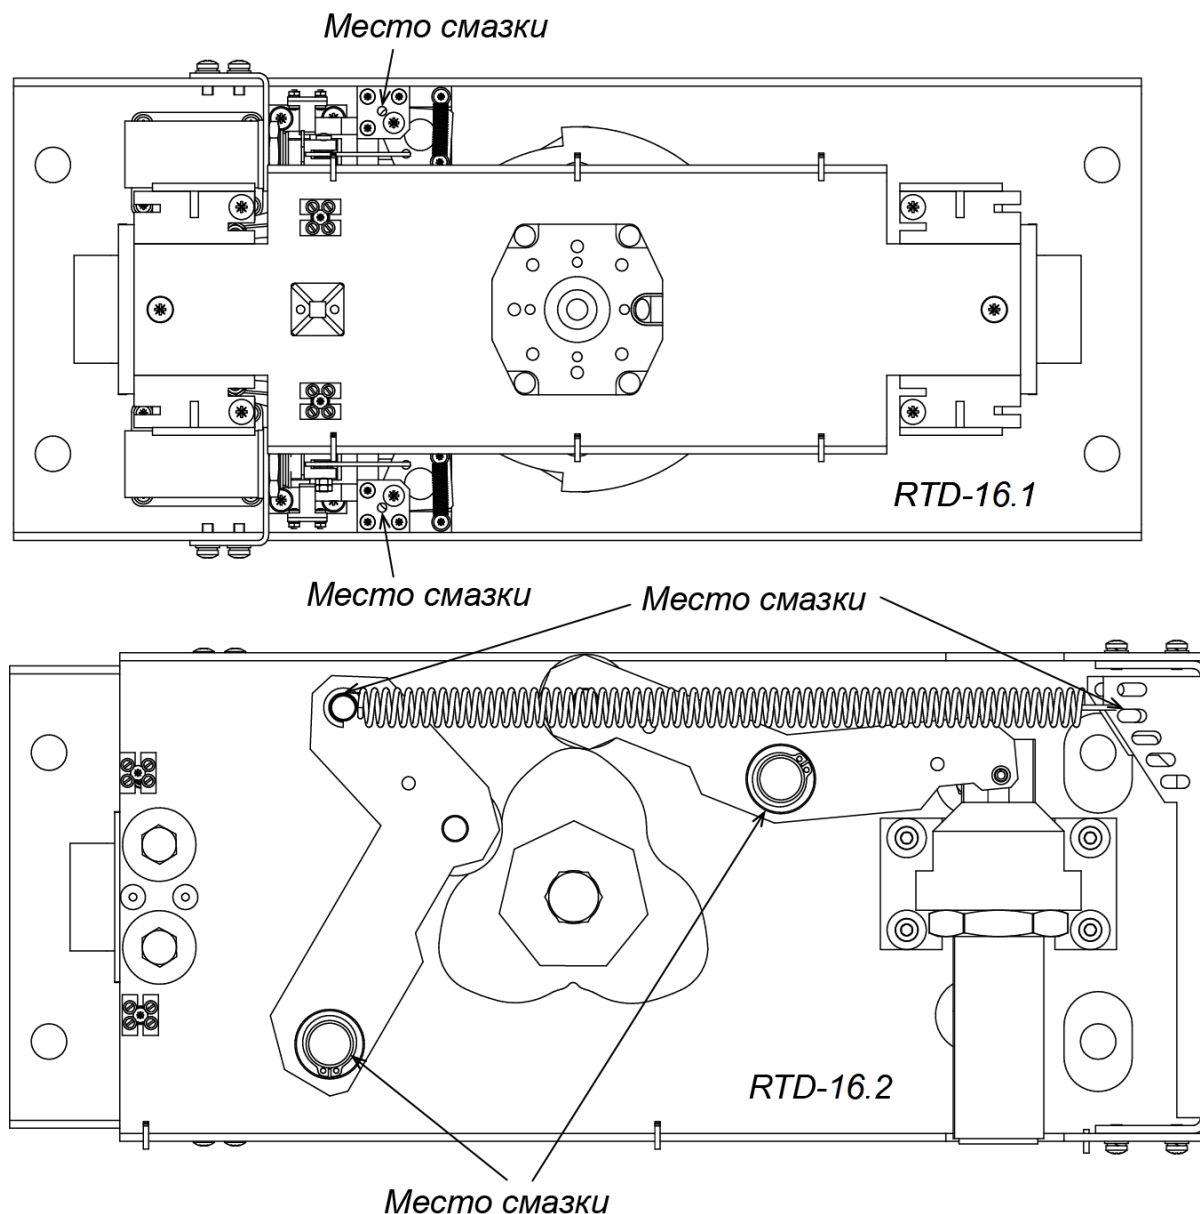

**Рисунок 25. Вид сверху на исполнительный механизм, установленный в балке привода (8), с указанием мест смазки**
2. Снимите крышку (9) с балки привода (8) (см. разд. 6).
6. Смажьте жидким машинным маслом типа И-20 детали исполнительного механизма в соответствии с рис. 25 (допускаются аэрозольные силиконовые смазки для низких температур).
10. Для обслуживания нижнего узла вращения (3) снимите ротор (работайте вдвоем!):